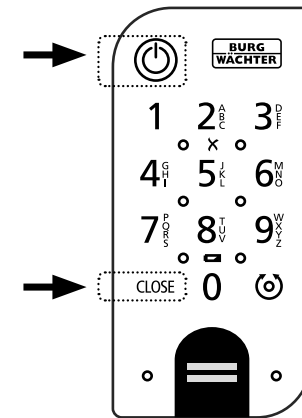

Fig. 7
- 1 Active el teclado pulsando o bien la tecla ON o la tecla CLOSE (Fig. 7).